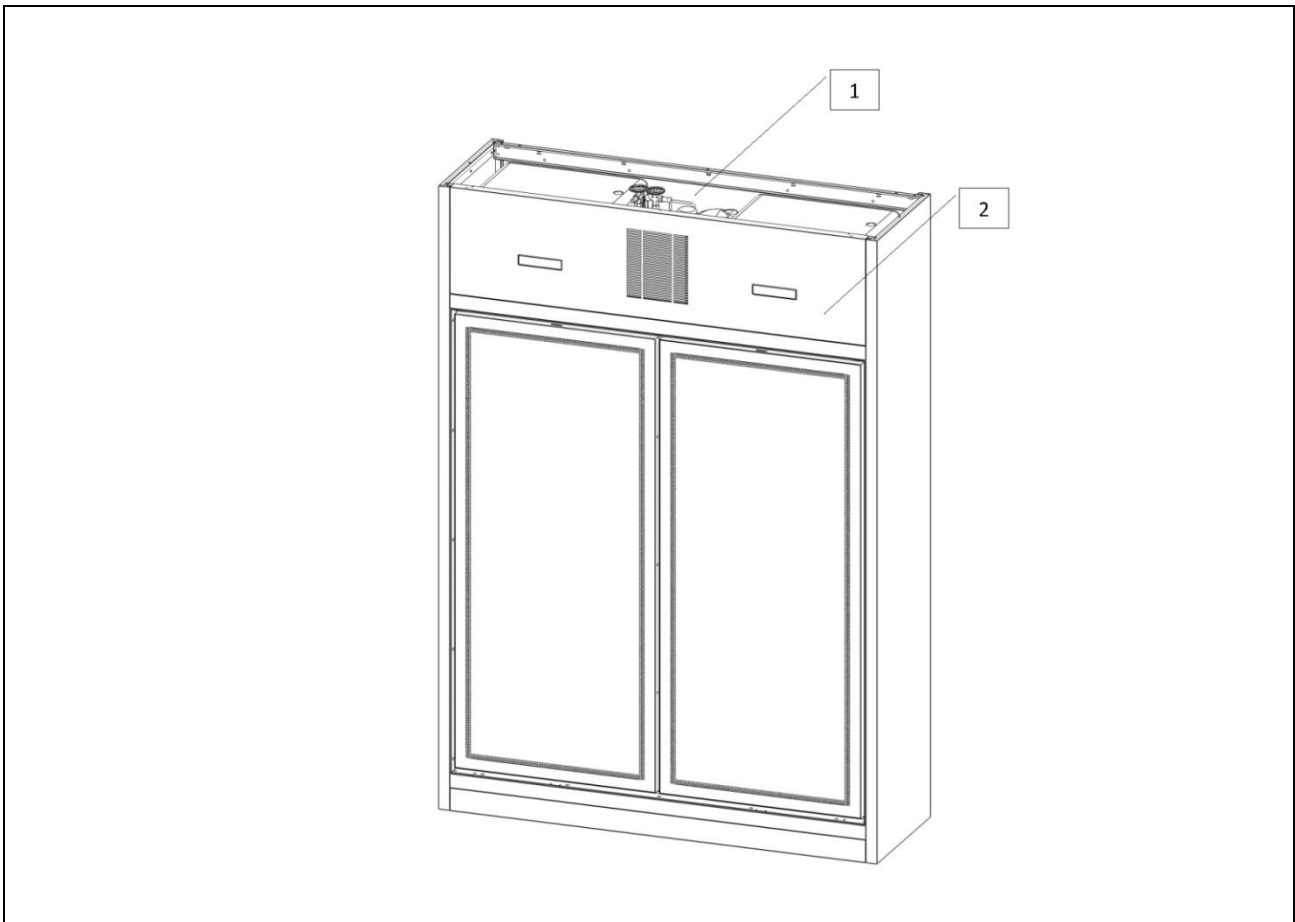

Abb. 3
- Monoblock-Kühleinheit (Ref. 1, Abb. 3)
- Bedienungsfeld (Ref. 3, Abb. 3)